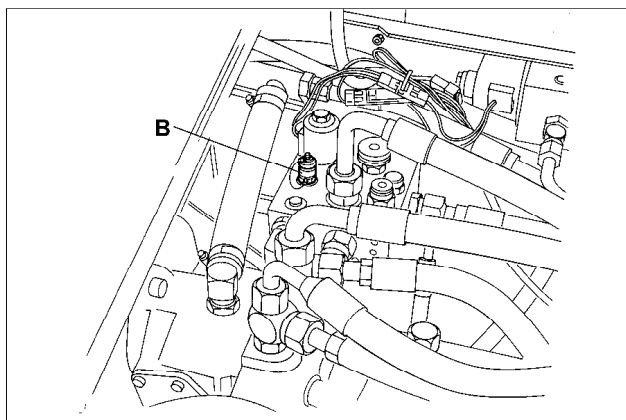

Fig.27
- B Fig.27 Vejgrebssystem - firehjulstræk tryk 172 bar (2500 psi)
- B Fig. 27 Transmission - Fyrhjulsdrivning, tryck 172 bar.
- B Fig. 27 Sistema de tracción - Presión en las cuatro ruedas de tracción 207bar (3.000 psi)